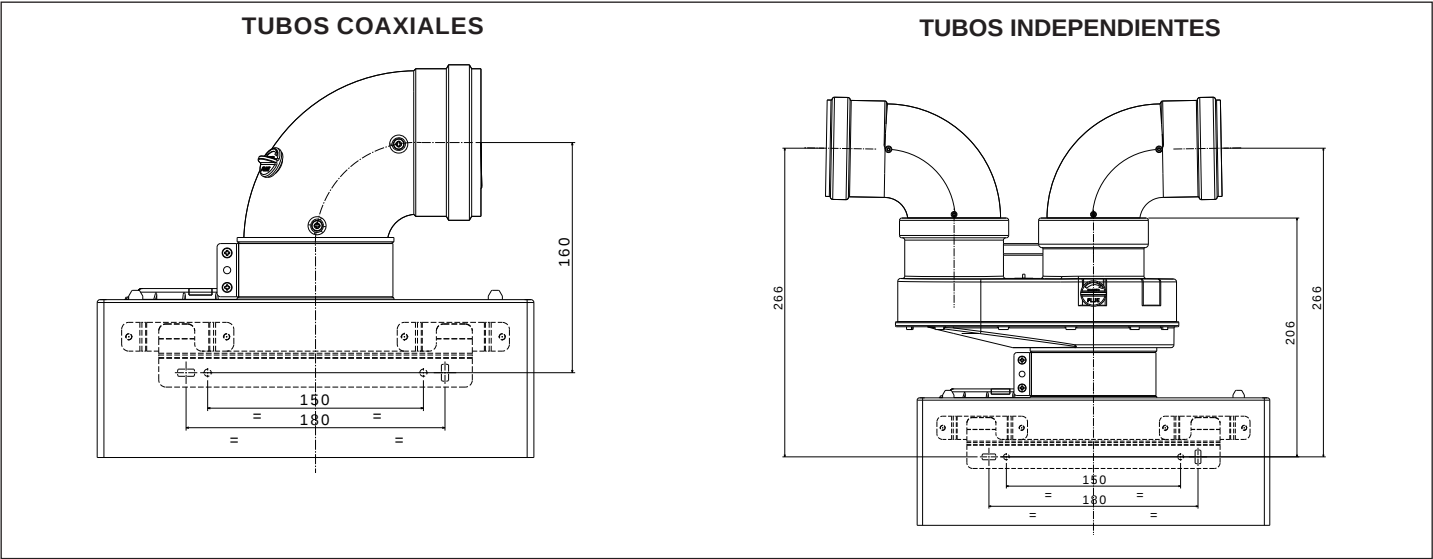
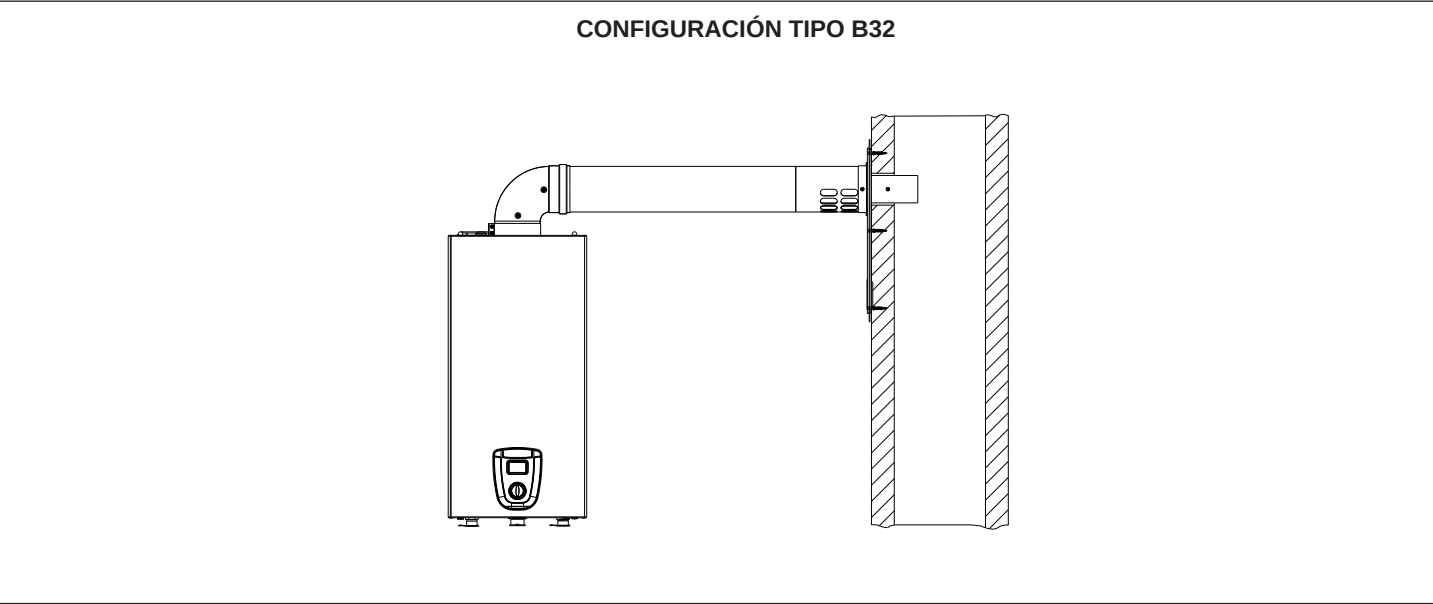

Fig. 8 - Dimensiones descargas tipo C
Fig. 9 - Dimensiones descargas tipo B
Admisión de aire/evacuación de humos en el exterior con tubos horizontales coaxiales (ver fig. 8 superior).
En esta configuración, los conductos para la aspiración y la descarga están separados: la aspiración del aire comburente se realiza desde el exterior de la habitación (AS) y la descarga de los productos de la combustión (SC) en chimenea o colector (ver fig. 8 inferior). Las descargas desdobladas pueden orientarse en la dirección más adecuada a las exigencias del local.
Admisión de aire remota* y descarga de humos en el exterior con tubos horizontales coaxiales (ver fig. 9 inferior) (ver fig. 8 superior). El calentador se puede conectar al conducto de evacuación/aspiración coaxial mediante el kit de conexión apropiado.
Admisión de aire junto al aparato y descarga de humos en el exterior con tubos simples (ver fig. 9 superior).